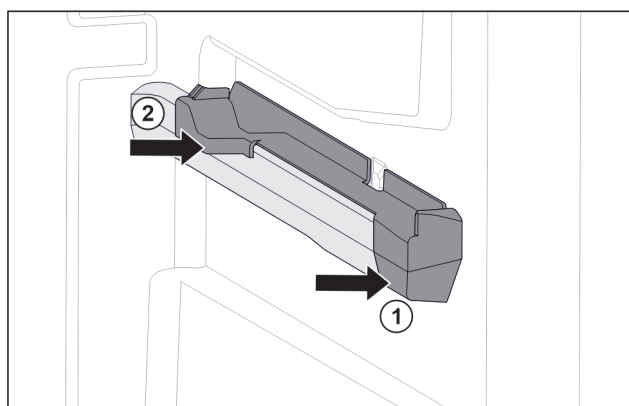

Fig. 127 Aufsteckteil auf der rechten Behälterrippe
- Aufsteckteil vorne an Behälterrippe ansetzen. Fig. 127 (1)
- Aufsteckteil hinten andrücken. Fig. 127 (2)